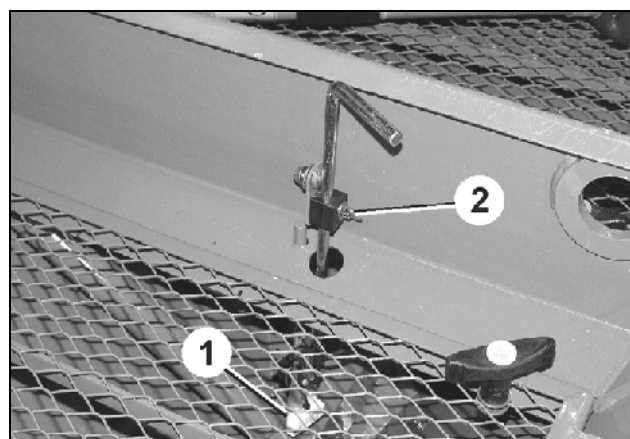

Fig. 108
1. Suelte la tuerca de mariposa (Fig. 108/2).
2. Ajuste la altura del sensor de nivel de llenado (Fig. 108/1) en función de la cantidad restante de semillas deseada.